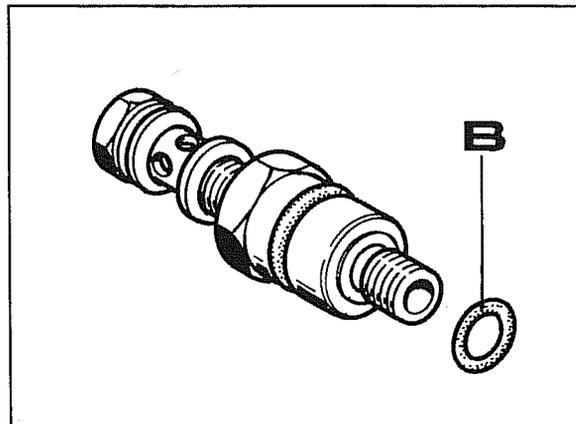

Fig. 28
4. La fig. 28 montre en détail les composants du raccord dans lesquels il faut vérifier l'intégrité de l'anneau d'étanchéité **B**, puis remonter le raccord et la canalisation de refoulement.